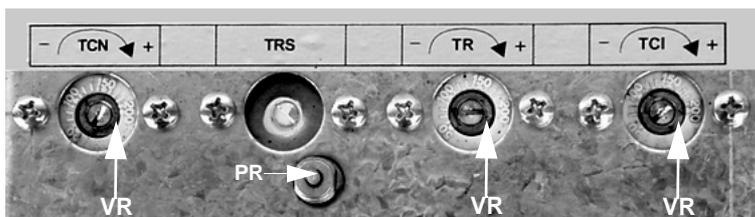

Рис. 20
**TСN - Разрешительный термостат готовности мазутного топлива (Рис. 20)**
**TRС - Предохранительный термостат сопротивлений (Рис. 20)**
**TR - Термостат сопротивлений (Рис. 20)**
**TCI - Термостат готовности системы к работе (Рис. 20)**